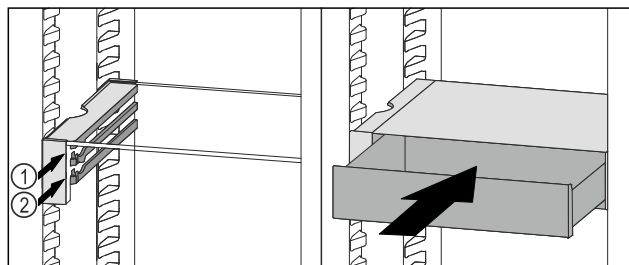

Fig. 114
- ▶ Zásuvku VarioSafe nasadte za zarážkami na požadovanom rebre Fig. 114 (1) alebo Fig. 114 (2).